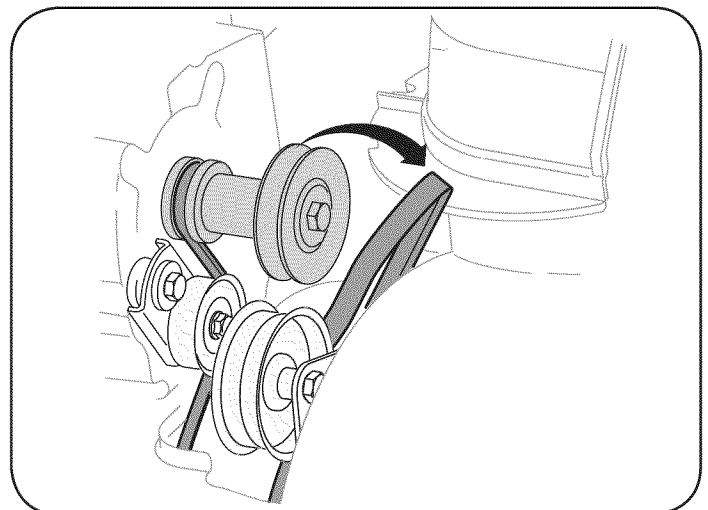

Figura 28
3. Saque la correa de la barrena de la polea del motor. Vea la figura 28.